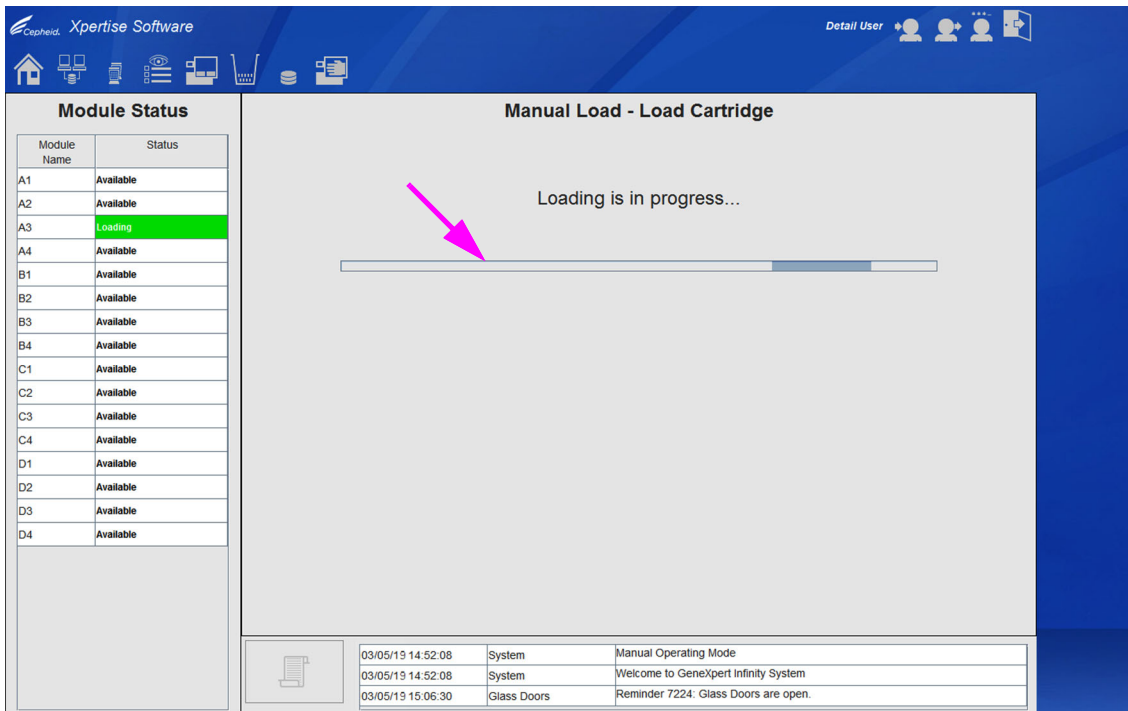

图 5-112. 显示装入进度条的手动装入 - 装入检测盒 (Manual Load - Load Cartridge) 工作区
13. 装入检测盒并关闭模块门后，将在手动装入 - 装入检测盒 (Manual Load - Load Cartridge) 工作区上显示一个进度条。请参见图 5-112。